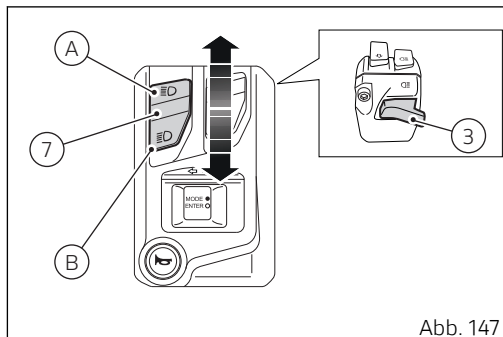

Abb. 147
Wird das Abblendlicht aktiviert, kann auch das Abblendlicht über die Taste (7, Abb. 147) in Position (A) eingeschaltet oder es kann die Lichttupe über die Taste (3, Abb. 147) betätigt werden.
Wird der Motor nach dem Einschalten der Zündung nicht angelassen, können die Abblend-/Fernlichter dennoch durch Drücken der sich an der linken Umschalereinheit befindlichen Taste (7, Abb. 147) in den Positionen (B) und (A) oder die Lichttupe über die Taste (3, Abb. 147) aktiviert werden.